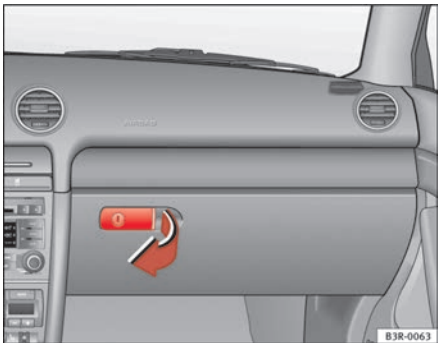

Fig.129 Guantera
⇒ página 156, fig. 129 y abra la tapa hacia abajo.
- Abra la guantera ⇒ página 156, fig. 129.